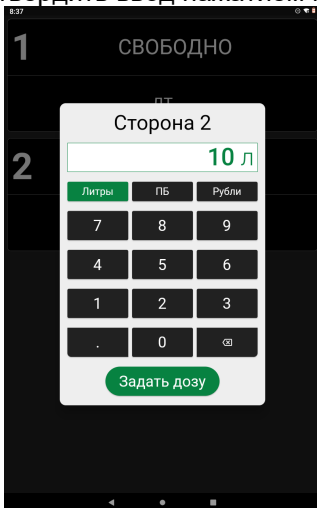

Рисунок 14
- в появившемся окне (рисунок 14) выбрать тип задаваемой дозы (литры, рубли или полный бак) и при помощи цифровой клавиатуры ввести количество топлива; подтвердить ввод нажатием на кнопку "Задать дозу";